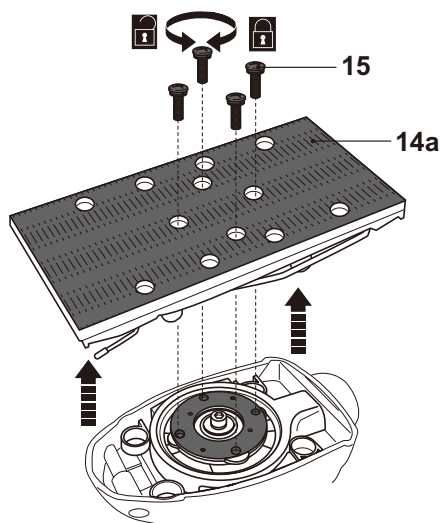

Fig. 1
- > Afloje los 4 pernos (15) con un destornillador de estrella adecuado. Después, retírelos junto con la placa base para hoja de papel de lijado premontada (14a) (Fig. 1).